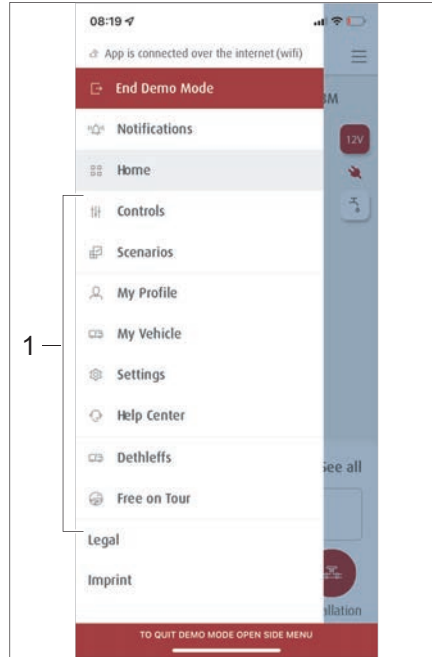
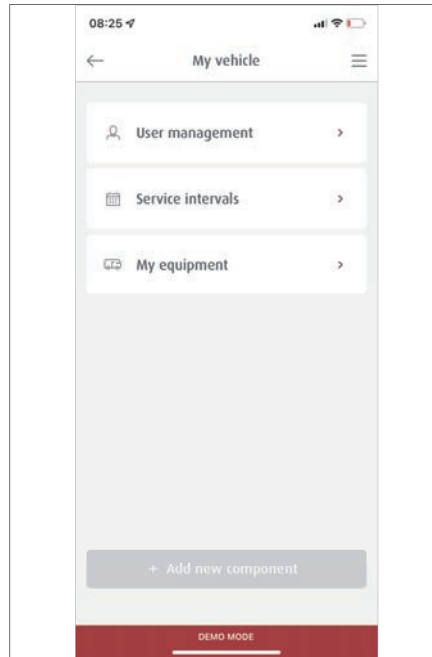

Fig. 276 Submenús
Fig. 281 Submenú Mi vehículo
Se muestran los submenús (Fig. 276,1).
- Presionar en el área de menú *Escenarios* (Fig. 276,1).
- Seleccionar en los submenús (Fig. 276,1) el menú *Manejo*.
- Seleccionar en los submenús (Fig. 276,1) el menú *Mi vehículo*. En el submenú *Mi vehículo* (Fig. 281) se puede configurar el acceso de invitados, programar citas de servicio e ingresar el equipamiento del vehículo.